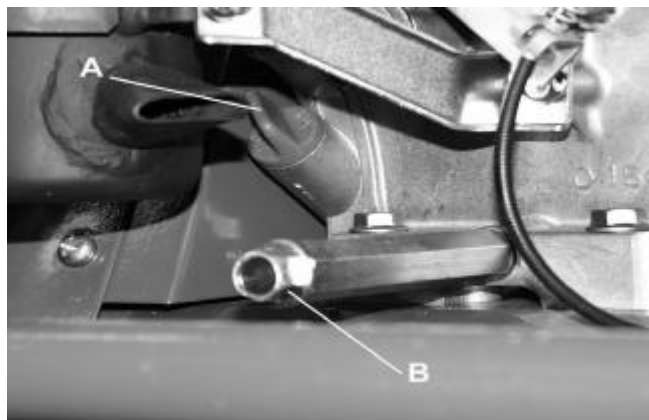

Fig. 7
1. Eine ebene Fläche zum Aufstellen wählen. Verschlußkappe (A Abb. 7) des Ölsumpfs entfernen und nachprüfen, ob der Sumpf mit Öl gefüllt ist. Falls nein, bis zum oberen Ende des Einfülllochgewindes mit empfohlenen Motoröl füllen.